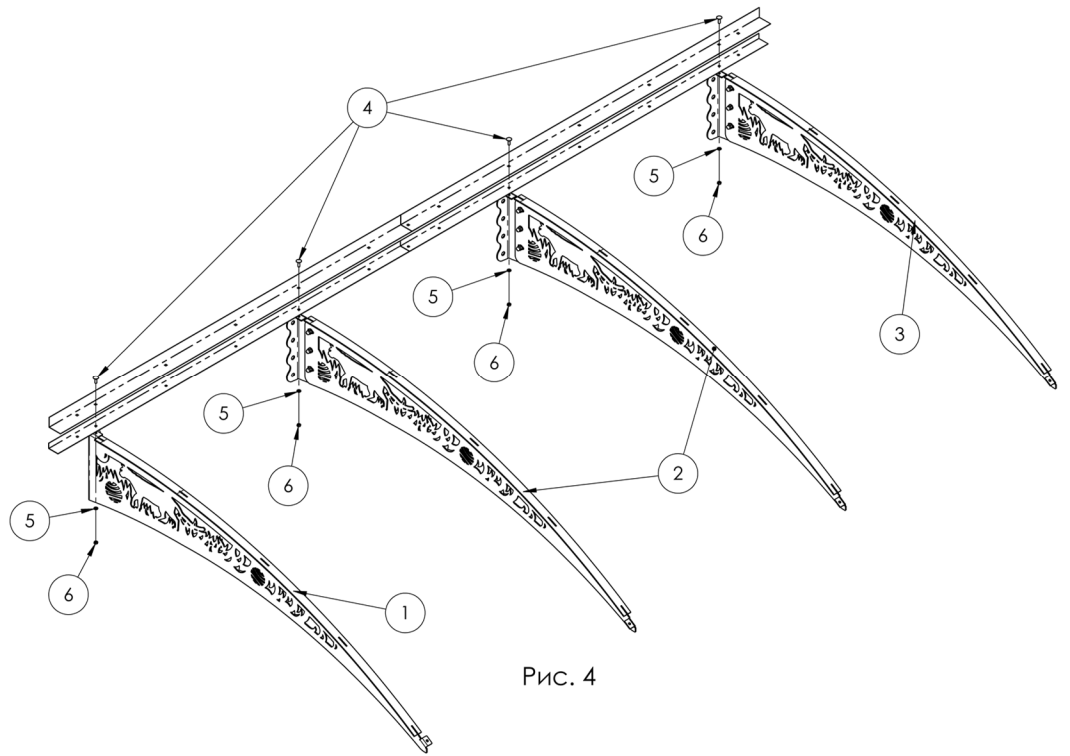

Рис. 4
Кріпимо пристінні кутники до лівого (1), середніх (2) та правого (3) крила за допомогою болтів (4), шайб (5) та гайок (6). (Рис. 4)